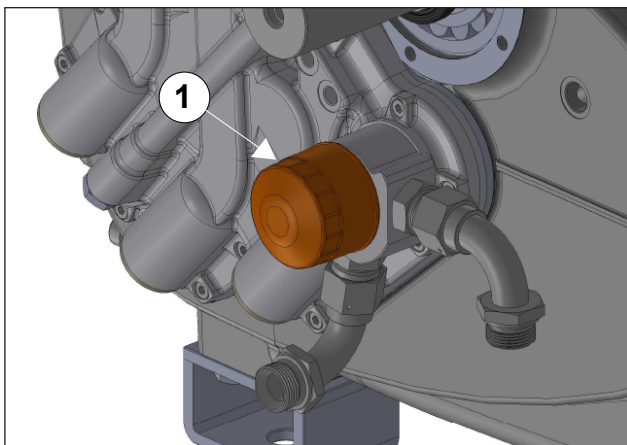

Fig. 132
Use o LOX-EAL de estanqueidade das conexões 53-14 ou semelhante para umedecer a conexão (pos. ①), o pressostato (pos. ②) e o manômetro (pos. ③) Fig. 132, e execute a montagem.